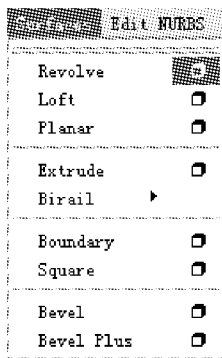

图 3-15 单击旋转命令后的图标
(2) 选择 Surfaces 模块, 单击 Surfaces(曲面)→Revolve(旋转)命令后面的  图标进行设置, 如图 3-15 所示。